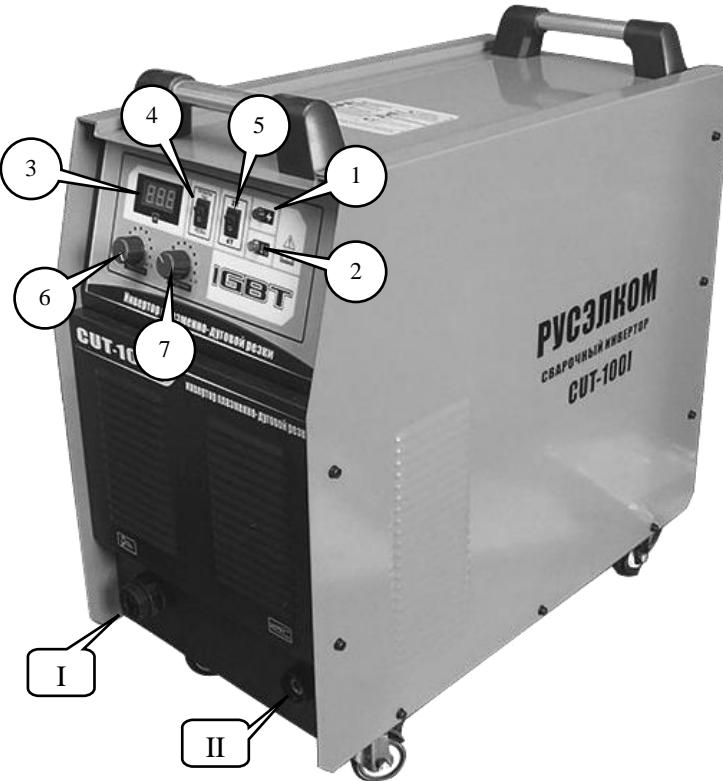

Рис.1. Органы управления и индикации аппаратов
- Подключить универсальный разъем воздушно-плазменной горелки к разъему I (Рис.1) аппарата.